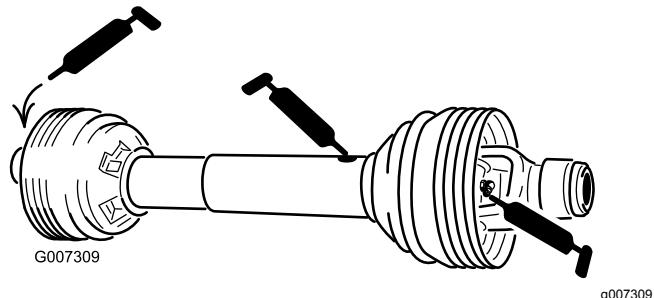

Figura 28
Veio da tomada de força (3) (Figura 28)